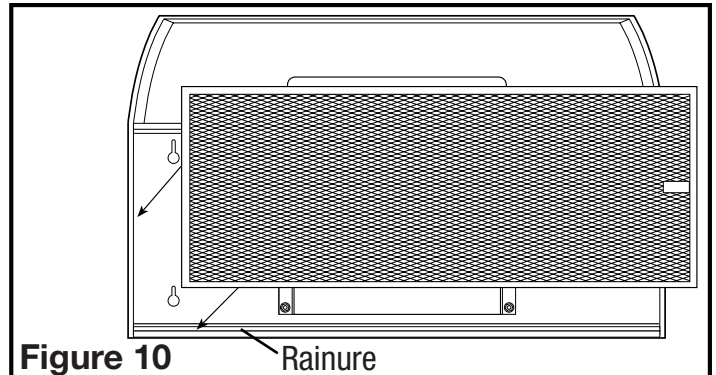

Figure 10
2. Réinstallez les filtres en les glissant dans les rainures, de chaque côté de la hotte, et en les poussant vers le haut jusqu'à ce qu'ils soient bien en place (Figure 10).